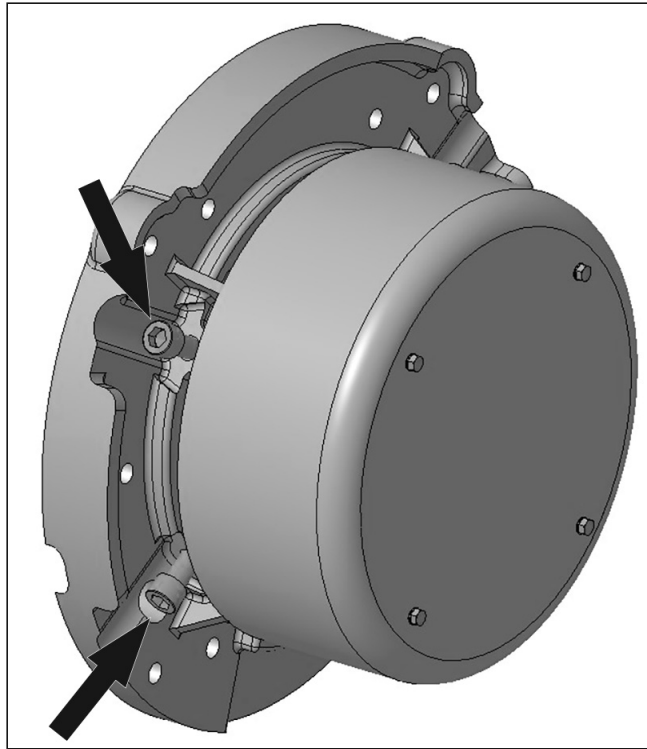

FIGURA 15. ISTRUZIONI PER LA RIMOZIONE E IL MONTAGGIO DELLE VITI DI SUPPORTO DEL ROTORE PER IL TRANSITO
4. Sostituire le viti di supporto per il transito con le 4 viti di chiusura in dotazione e serrare a 50 Nm. Fare riferimento a: Figura 15 a pagina 28.
2. Individuare e rimuovere le 4 viti di chiusura sul coperchio del cuscinetto lato condotto. Fare riferimento a: Figura 15 a pagina 28.